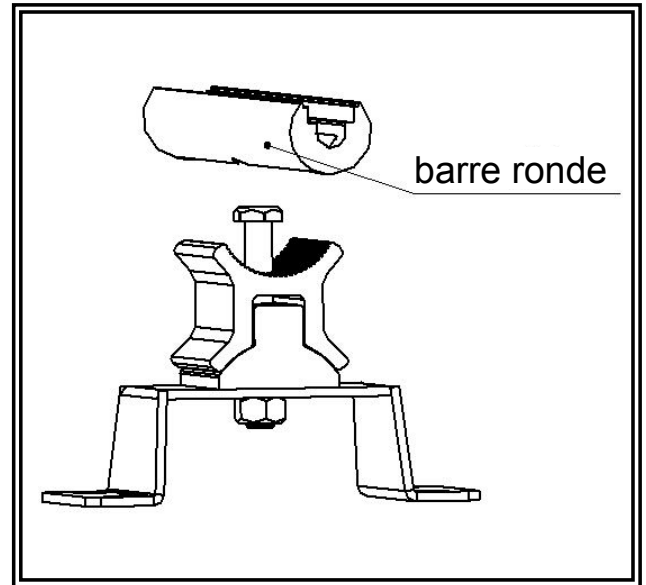

Figure 4
2. Placez les deux supports assemblés sur le bas de la barre ronde du support, puis ajustez ces deux supports dans la bonne position et serrez-les. Voir Figure 4.